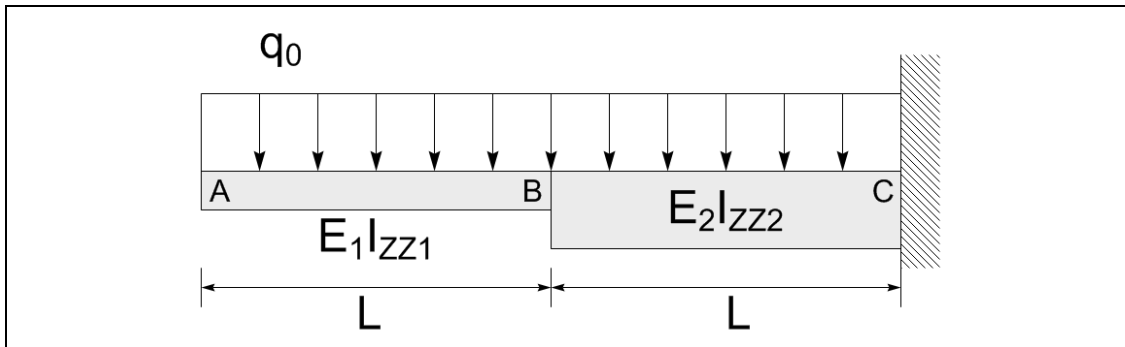
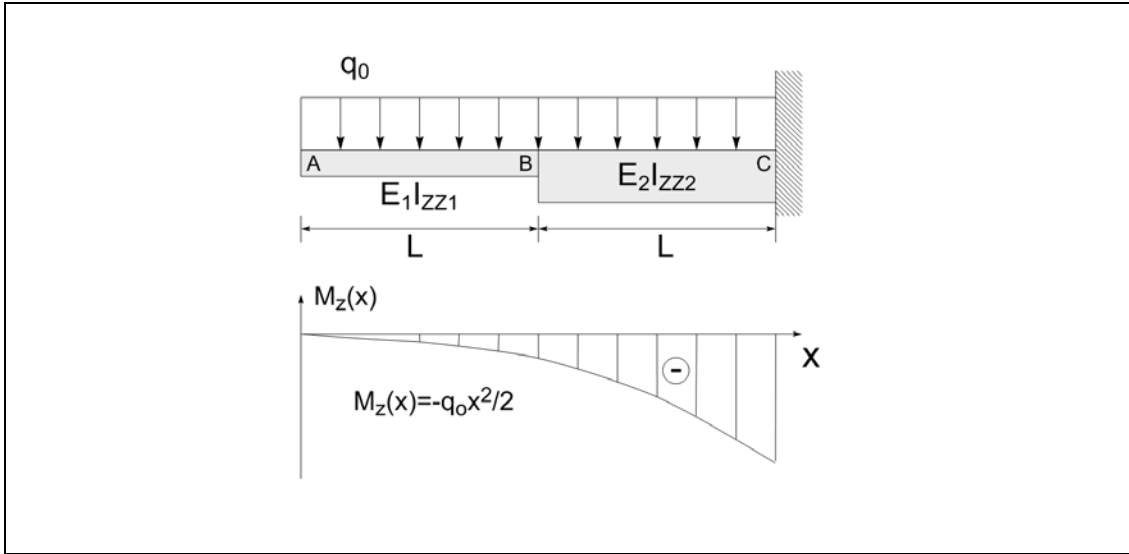

Figura 3: Viga não homogênea
Figura 2: Sistema original e momento fletor  $M_z(x)$
**Questão 03** (Valor 4.0): Uma viga não homogênea submetida a um carregamento uniformemente distribuído  $q_0$  está mostrada na figura 3. Aplicando o princípio das forças virtuais determine:
A figura 2 mostra o sistema original bem como o diagrama de momento fletor  $M_z(x)$ . Já a figura 3 mostra o estado auxiliar necessário para a determinação da rotação  $\theta_{ZA}$ , bem como o momento fletor  $\bar{M}_z(x)$  resultante na viga não-homogênea.